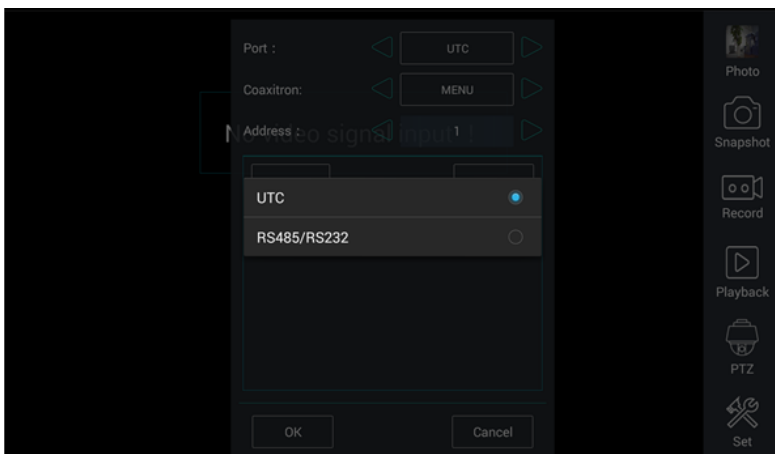

Рис. 118 Выбор UTC для управления PTZ камерой
- 2) Выберите в настройках PTZ порт (Port) – UTC – управление по коаксиальному кабелю (рис. 118) Значение MENU – вызывает OSD меню самой видеокамеры;